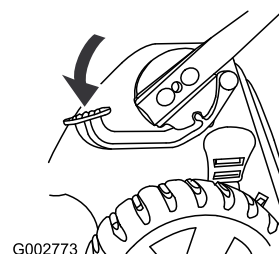

Figure 49
1. Appuyez sur la pédale et maintenez-la enfoncée (Figure 49).